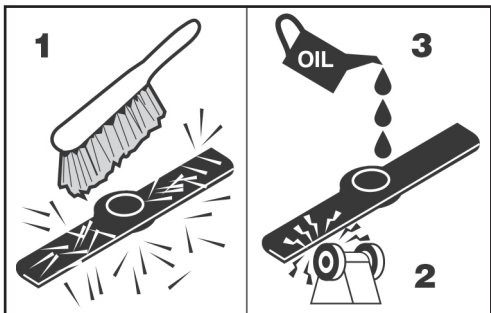

FIG. 26
10.1 MAINTENANCE – FIGS. 26–31